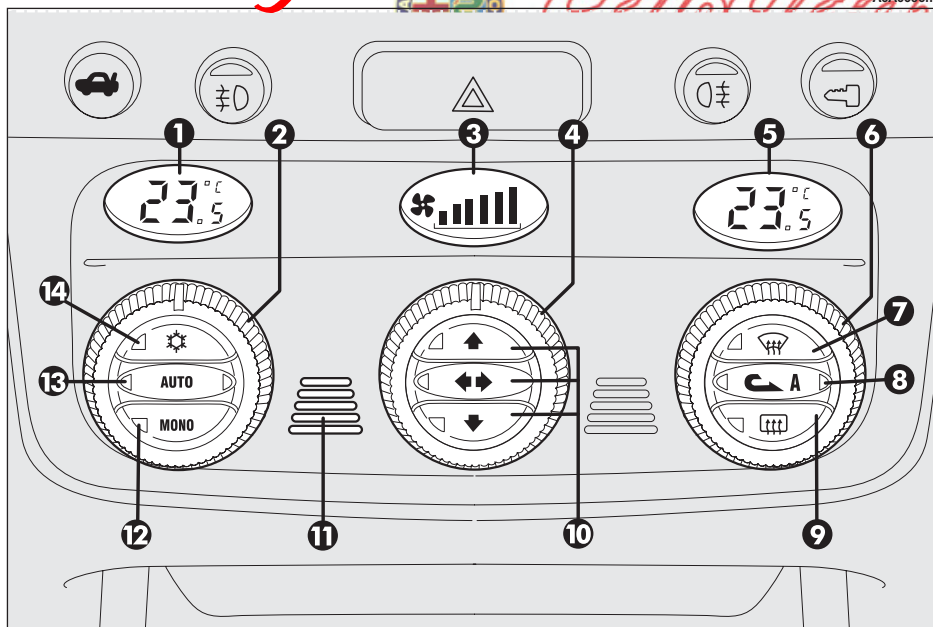

fig. 77
**COMANDI (fig. 77)**
## COME UTILIZZARE IL CLIMATIZZATORE AUTOMATICO BIZONA (fig. 77)